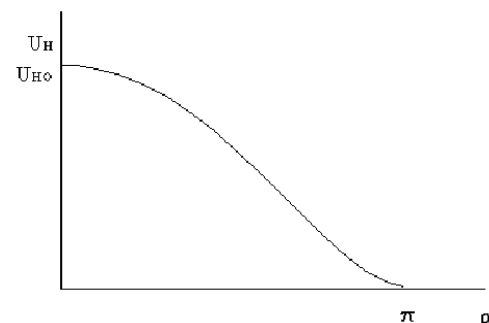

Рисунок 4.25 - Характеристика управления
- а) характеристика управления, которая выражает зависимость выпрямленного напряжения от угла управления  $U_{\text{н}} = f(\alpha)$  (рисунок 4.25);